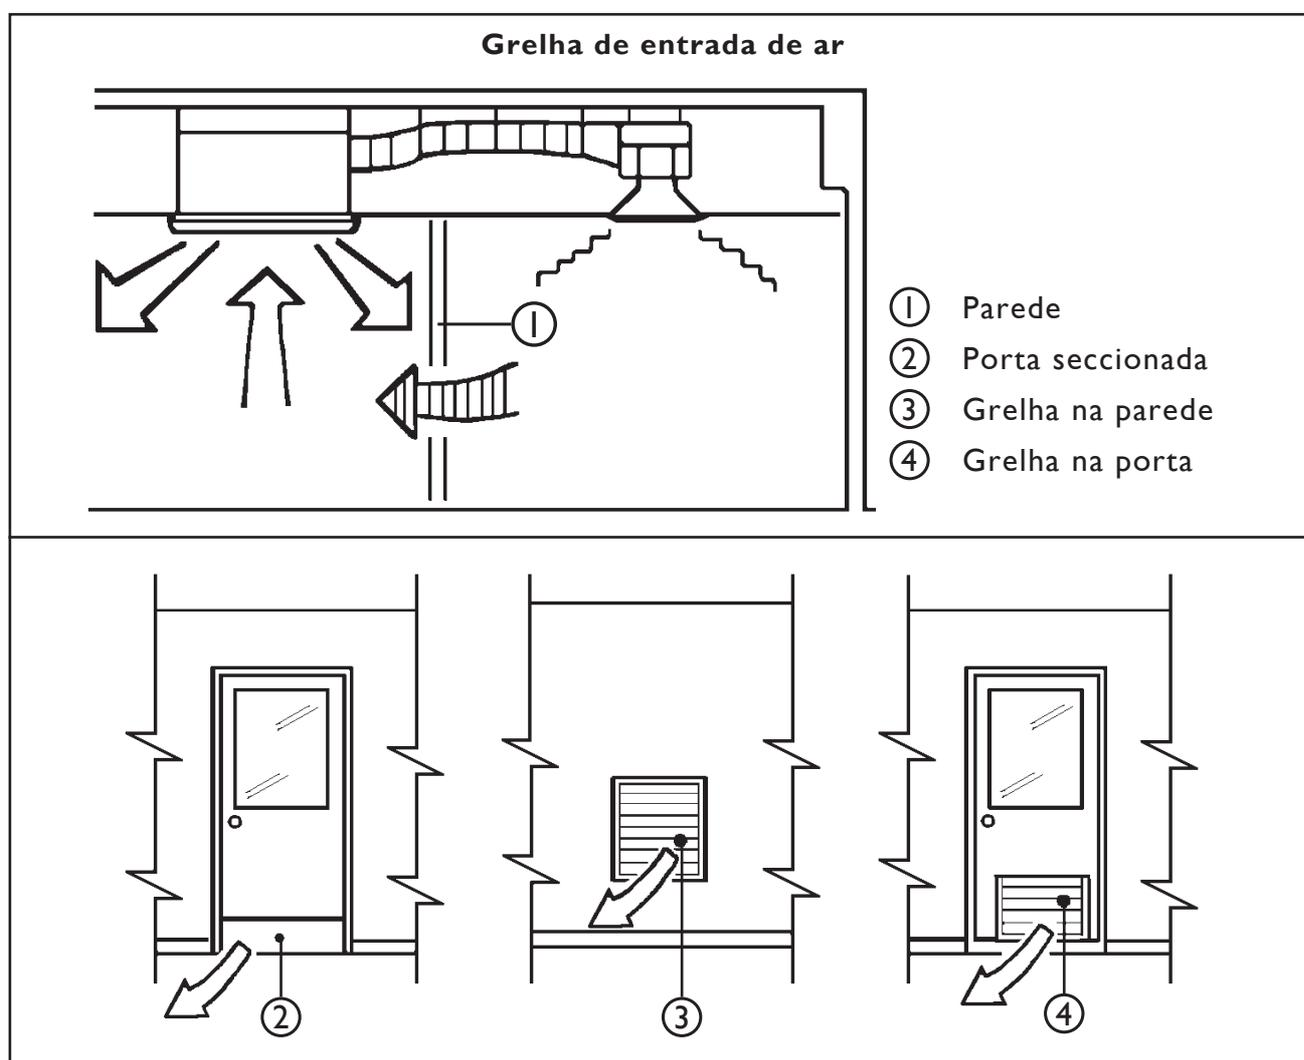

FIGURA 40
- Entre o local onde está a unidade e o local adjacente, deve ser instalada uma grelha ou, alternativamente, uma porta seccionada, com efeito de retorno de ar do ambiente adjacente (ver figura 40).